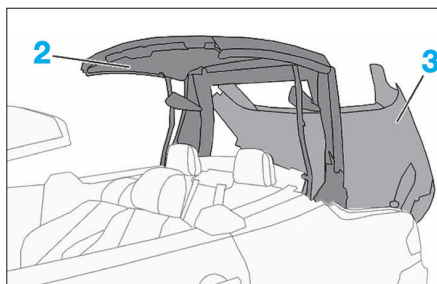

FIG. 89
- Un second opérateur accompagne l'ouverture en maintenant le coffre (3) pour la mise en position intermédiaire (Fig.89).